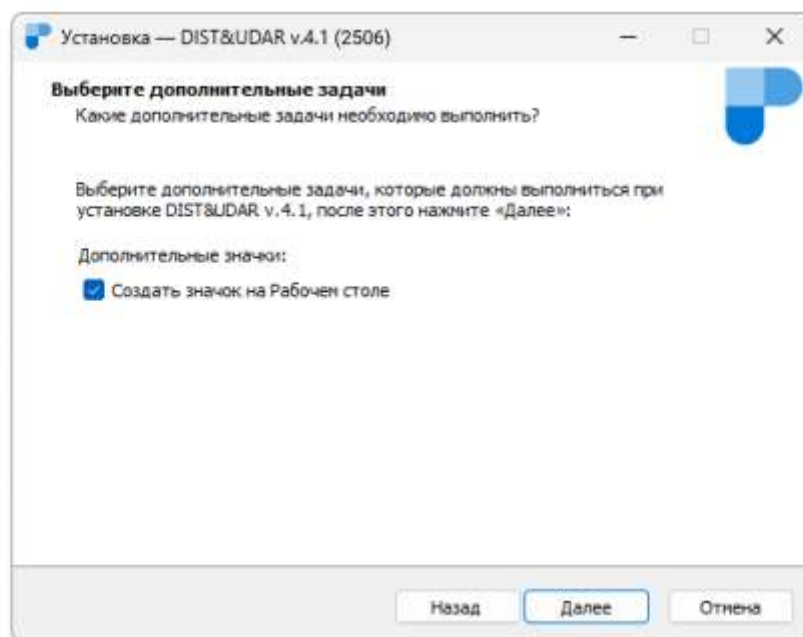

Рисунок 2.3.3 – Выбор дополнительных задач
5. Если требуется создание значка ПО на рабочем столе, установить флажок **Создать значок на рабочем столе** (см. Рис. 2.3.3).